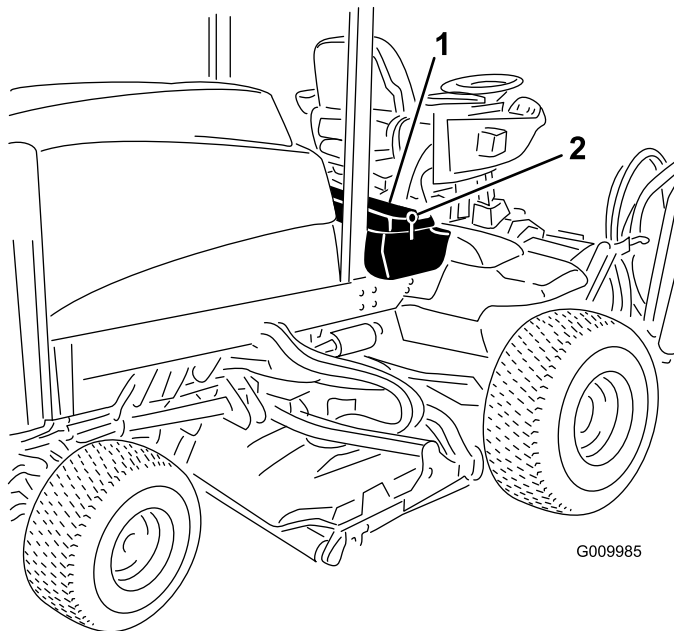

Figura 91
1. Desbloquee e eleve o painel da consola do operador (**Figura 91**).